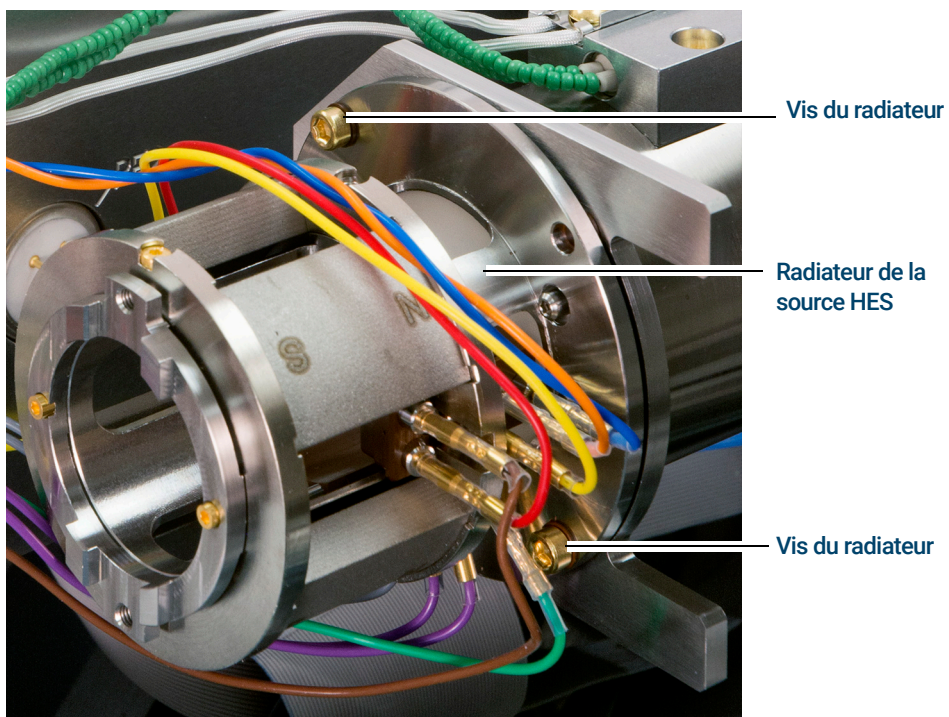

Figure 70. Dépose du radiateur de la source EI HES
- 5 Utiliser un tournevis Torx T10 pour desserrer les deux vis fixant le radiateur sur l'analyseur et placer le radiateur dans sa boîte de rangement. (Voir **Figure 70** page 237.)